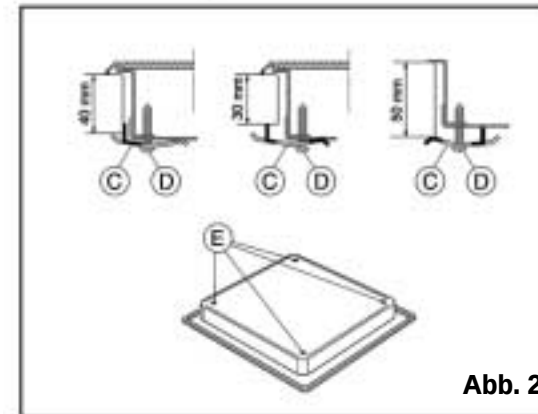

Abb. 2
Warnung: Falls der Unterbau, auf dem Sie die Kochmulde installieren möchten, nicht aus Holz besteht (Marmor, Kunststoff, Keramik, Naturstein usw.), fordern Sie bitte unter Angabe der Artikelnr. 4819 404 78697 beim Kundendienst die speziellen Haltebügel (Abb. 2) an.
- **Besteht die Arbeitsplatte aus Marmor, Plastik, Keramik, Naturstein, usw.**, muss die Kochmulde mit Haltebügeln **(C)** (Abb. 2) befestigt werden.
2. Befestigen Sie die 4 Haltebügel **(C)** gemäß Abb. 2 je nach Stärke der Arbeitsplatte.
3. Montieren Sie die 4 Schrauben **(D)** in den Positionen **(E)** (Abb. 2).